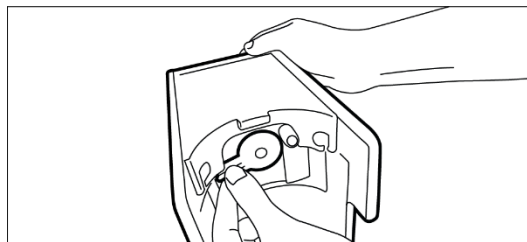

Fig. 13
1. Assurez-vous que l'adaptateur pour système de récipient à sécrétions à usage unique est correctement inséré, c'est-à-dire qu'il est en position horizontale. (fig. 13).